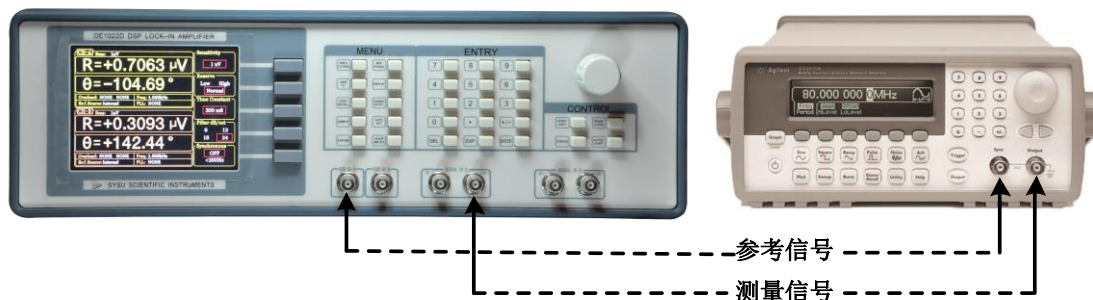

图95. 信号线连接图
2. 用一条带 BNC 接头的信号线连接函数信号发生器的输出接口和 OE1022D 前面板 A 通道 SIGNAL IN 的 IN+接口,用另一条带 BNC 接头的信号线连接函数信号发生器的参考信号接口和 OE1022D 前面板 A 通道的 REF IN 接口,如图 95 所示: